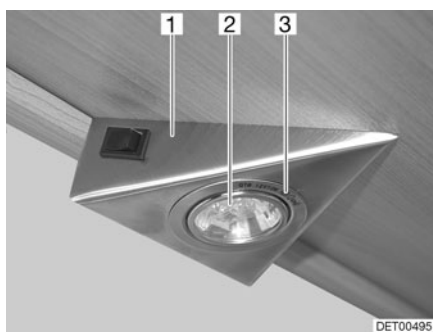

Fig. 253 Lampe halogène encastrée
La lampe halogène est encastrée dans un boîtier (Fig. 253,1).
- Desserrer la bague de recouvrement intérieure (Fig. 253,3) du boîtier avec un tournevis.
- Retirer l'ampoule halogène (Fig. 253,2).